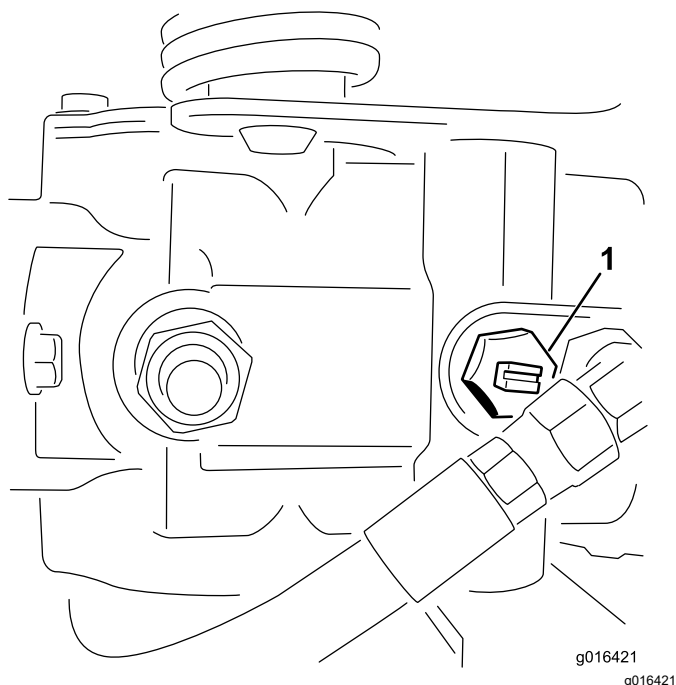

Figura 24
1. Individuate la valvola di bypass sulla pompa ed eseguite 2 giri completi in senso antiorario (Figura 24).
2. Prima di avviare il motore, chiudete la valvola di bypass ruotandola di 2 giri completi in senso orario (Figura 24).